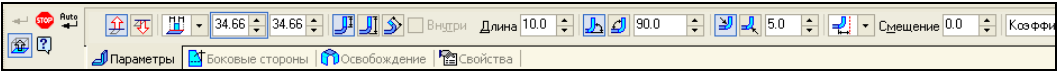

Рис. 22.6. Панель свойств: Сгиб на вкладке **Параметры**
- ♦ на панели инструментов **Элементы листового тела**  нажмите кнопку **Сгиб** . Панель свойств: Сгиб имеет четыре вкладки: **Параметры**, **Боковые стороны**, **Освобождение** и **Свойства**. На модели появляется фантом стенки, если нажата кнопка **Показать фантом элемента**  на вкладке **Параметры** (рис. 22.6). Элементы управления вкладки **Параметры** рассмотрены в табл. 22.2.
Размещение	В раскрывающемся списке выберите один из вариантов размещения сгиба на ребре. Размещение сгиба на ребре понятно из рисунка на выпадающей панели (рис. 22.6). Кроме варианта По всей длине , в остальных случаях вводятся значения в поле Ширина